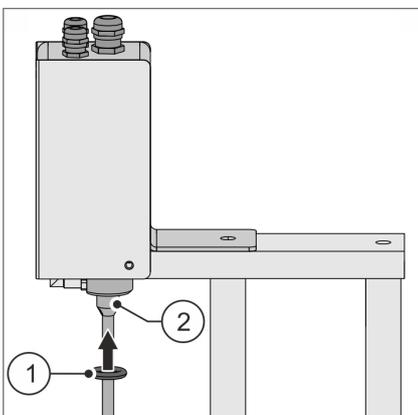

Abb. 60 Flaschendichtung aufstecken
02. Neue Flaschendichtung **Abb. 60** / (1) auf Füllstutzen **Abb. 60** / (2) aufstecken.